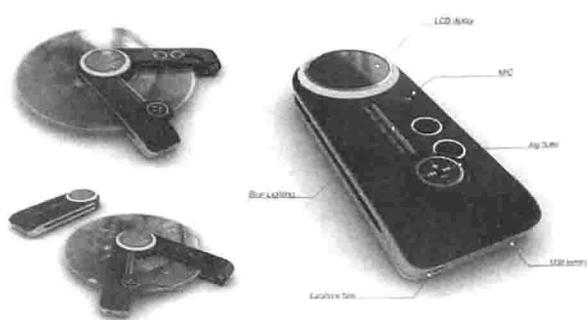

图1-5 MP3播放器
④ MP3 播放器概念产品。这款新型的 MP3 播放器，既保持小巧的身姿，又能够兼顾 CD 音乐媒体，大部分时候它都像是普通的 MP3 播放器一样工作，但是如果你想听一下 CD 的时候，只需要将 CD 插入插槽，通过一端的转轴将 CD 光盘固定住，它就可以读取 CD 上的音乐了，如图 1-5 所示。